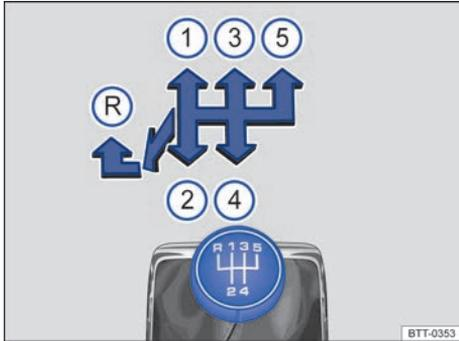
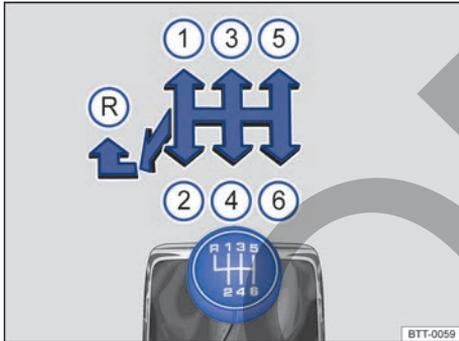

Fig. 112 Esquema de las marchas de un cambio manual de 5 marchas.
Fig. 113 Esquema de las marchas de un cambio manual de 6 marchas.
En la palanca de cambios están representadas las posiciones de cada una de las marchas → fig. 112 o → fig. 113.
- Mueva la palanca de cambios completamente hacia la izquierda y a continuación hacia delante para situarla en la posición de la marcha atrás → fig. 112 (R) o → fig. 113 (R).